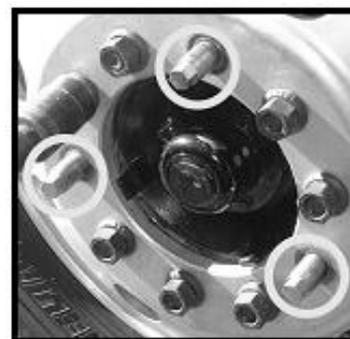

図3
- 4, 「ホイール・ガイド」が付いていない部分のホイールナットを、時計回転方向に回して締め付けて下さい (図3参照)。